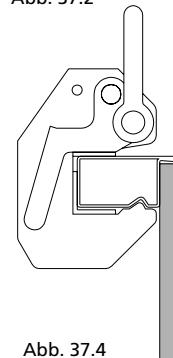

Abb. 37.4
3. Zum Verriegeln Sicherheitshebel wieder in Ausgangsstellung drücken (Abb. 37.4).